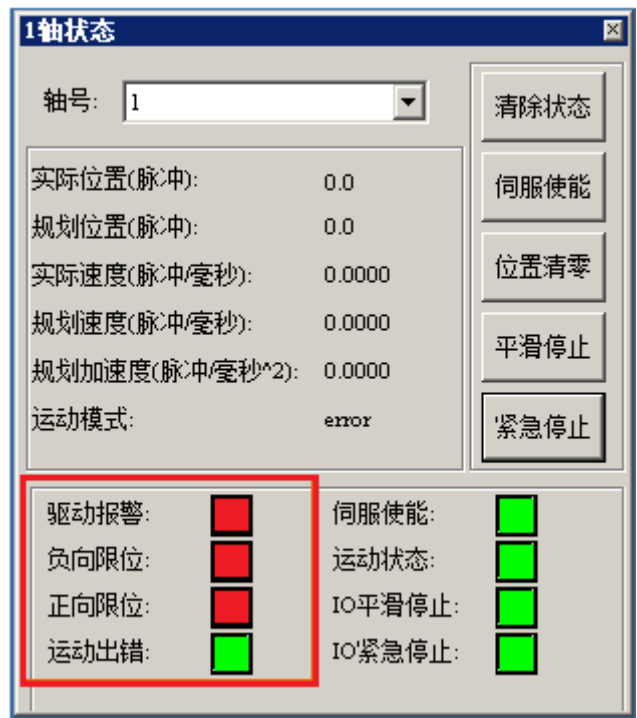
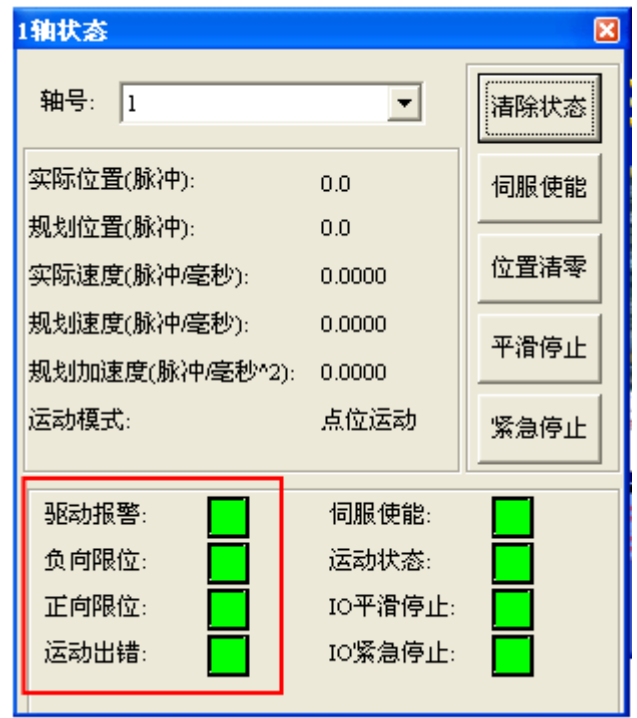

图 4-12 轴状态对话框
图 4-13 轴状态对话框
- (1) 首先，以“4.3.3 ”设置完“脉冲模式”后，写入控制器状态。然后，点击主界面菜单“视图”->“轴状态”，将会弹出状态显示模块对话框。若控制器刚复位完，轴 1 状态如图 4-12 所示；若将“4.3.3 ”设置写入了控制器，使报警无效，并点击“伺服使能”，轴 1 状态如图 4-13 所示。（注：可以同时启动 4 个轴状态显示对话框。对话框的“轴号”下拉列表可以选择控制轴号，选择后，对话框的标题将显示对应信息）。
- (2) 图 4-12、图 4-13 轴状态对话框中显示的是当前轴的一些运动参数，从上至下分别为“实际位置”-“规划位置”-“实际速度”-“规划速度”-“规划加速度”。
- (3) 下边的框中状态标志以对应图标的颜色表示不同的状态，绿色代表该标志位没有触发，红色代表该标志位已经触发。